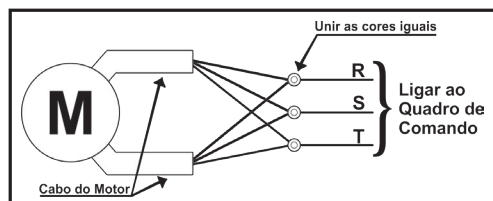

Figura 15a – Esquema de ligação motor dupla tensão em 220 V
- Quando a tensão for 220 V deve-se unir cor com cor e efetuar a emenda do cabo do motor ao cabo da rede elétrica e conectar ao quadro de comando, conforme figura 15a.